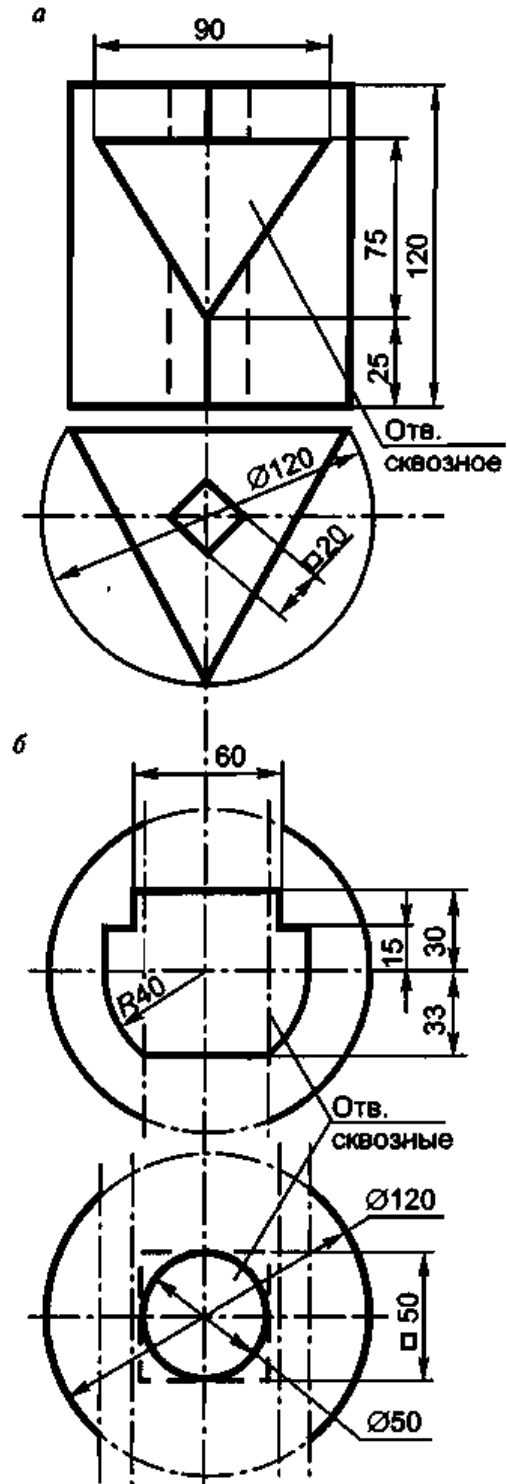

Рис. 2.14
4. Выполнить чертежи трехгранной призмы (а) и сферы (б) с окнами в трех проекциях с тремя разрезами каждой (рис. 2.14).